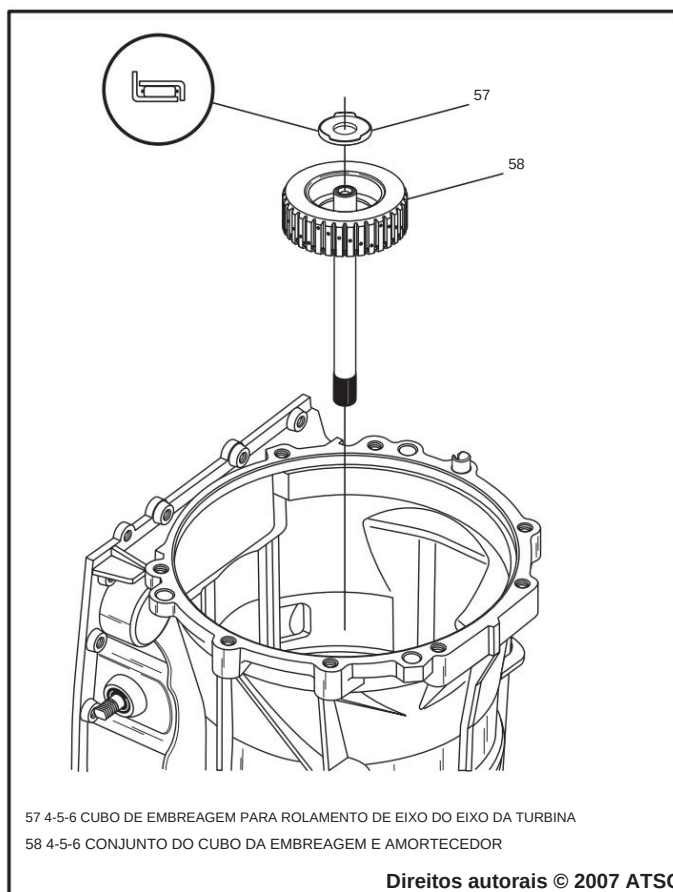

Figura 159
14. Instale o cubo da embreagem 4-5-6 e o conjunto do amortecedor, conforme mostrado na Figura 159.
15. Instale o cubo da embreagem 4-5-6 no eixo da turbina rolamento de impulso na direção mostrada na Figura 159.